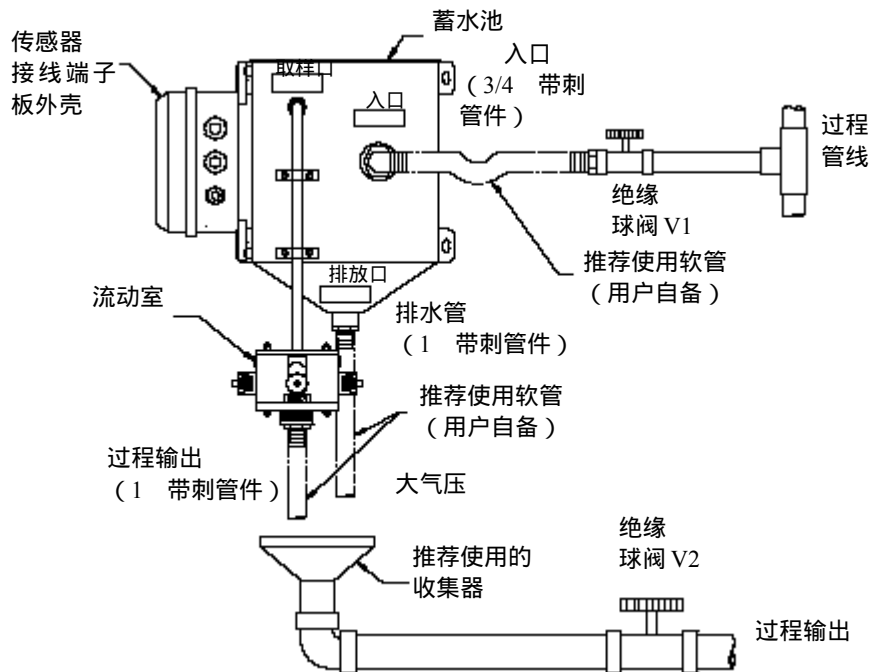
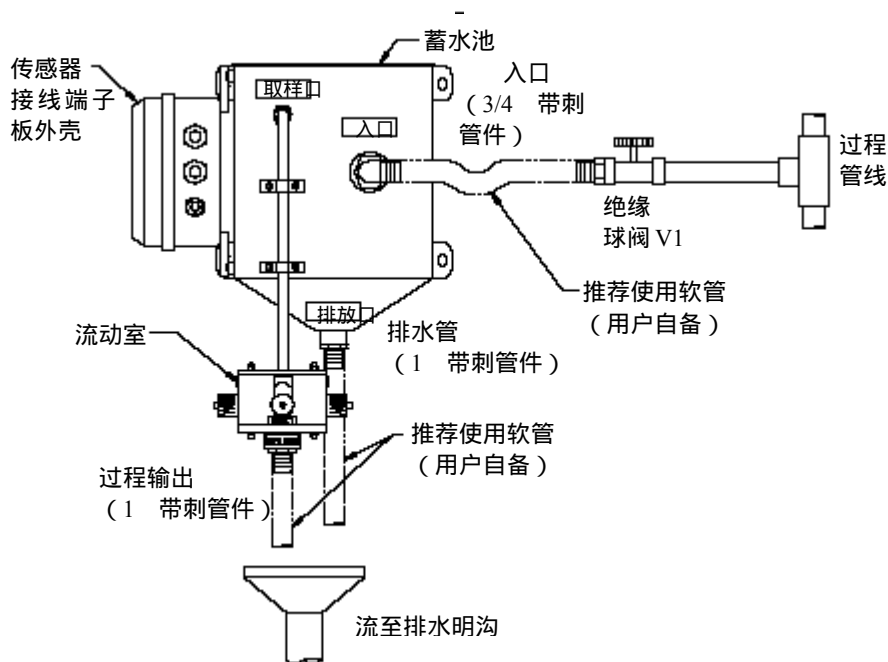

图2-1 推荐闭合回路传感器管道线布置
图2-2 推荐样品迂回线传感器管道布置
8324 型浊度传感器应安装（户内或者户外）在距离 T53 型分析仪安装位置的 30 英尺（9 米）之内。可以使用闭合回路管道布置（图 2-1）以“直线”列队形式来安装传感器，或者使用明渠管道布置（图 2-2）以样品迂回线形式来安装传感器。
将过程管道接入 8324 型传感器入口接头。取样口及排放口处的管道推荐使用集水管（见图 2-1）或者使用排水明沟（见图 2-2）。传感器用带倒刺的软管方便地安装。如有需要，则用管件替换这些带倒刺的零件或者拆去带倒刺零件，从而连接不同尺寸的管件（3/4 英寸 NPT(常温常压)及 1 英寸 NPT(常温常压)）。
**注意：**用聚四氟乙烯胶带密封入口及出口处的连接，不要使用管道涂料或者其它的液体密封剂。**建议：**在对传感器进行校准或者拆卸传感器时，推荐使用球阀（图 2-1 中的图标 V1 和 V2）从而方便地将传感器隔离，迂回管线布置（图 2-2）仅需要一个球阀（V1）。